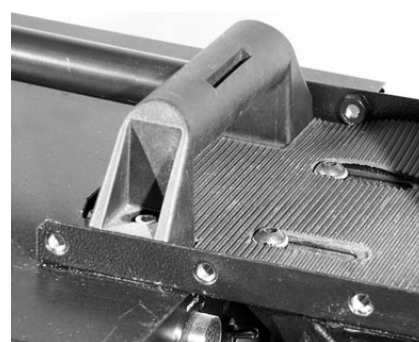

Рис. 3/17
- Для монтирования горизонтальнодвигающегося крепежного листа следует открутить ручку сварочного аппарата (рис. 3/16).